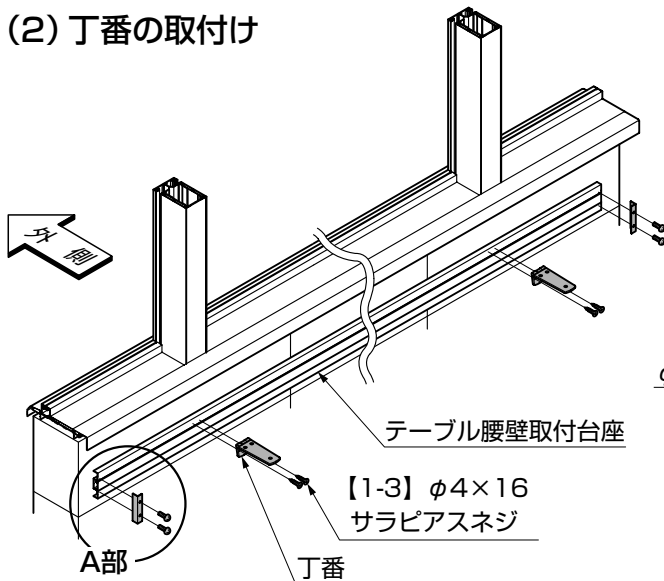

図2-10
① 丁番をテーブル腰壁取付台座に【1-3】で取付けてください。(図2-10参照)